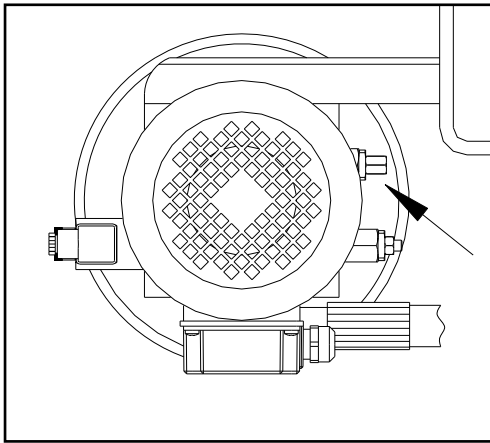

Abb. 11
- ◆ Das Maximaldruckventil (Abb. 11), befindet sich am Hydraulikölaggregat und löst aus, wenn die Hebebühne überlastet ist.